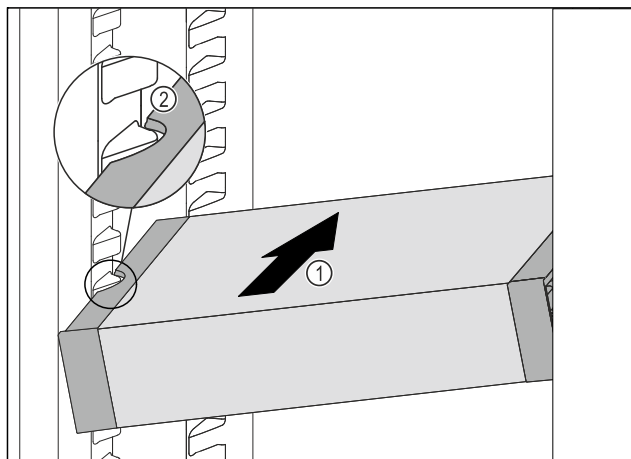

Fig. 100
- Insérer le VarioSafe en biais dans la partie réfrigérateur Fig. 100 (1) jusqu'à ce que les encoches latérales Fig. 100 (2) du VarioSafe se trouvent à la hauteur de la nervure du bac dans la partie réfrigérateur.